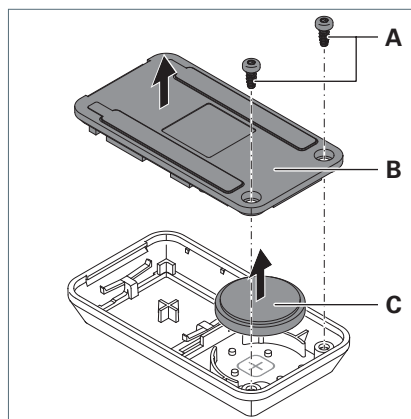

Fig. 26: Remplacement de la batterie.
- Dévissez les vis **A** de la paroi arrière **B** de l'élément de commande, voir Fig. 26.